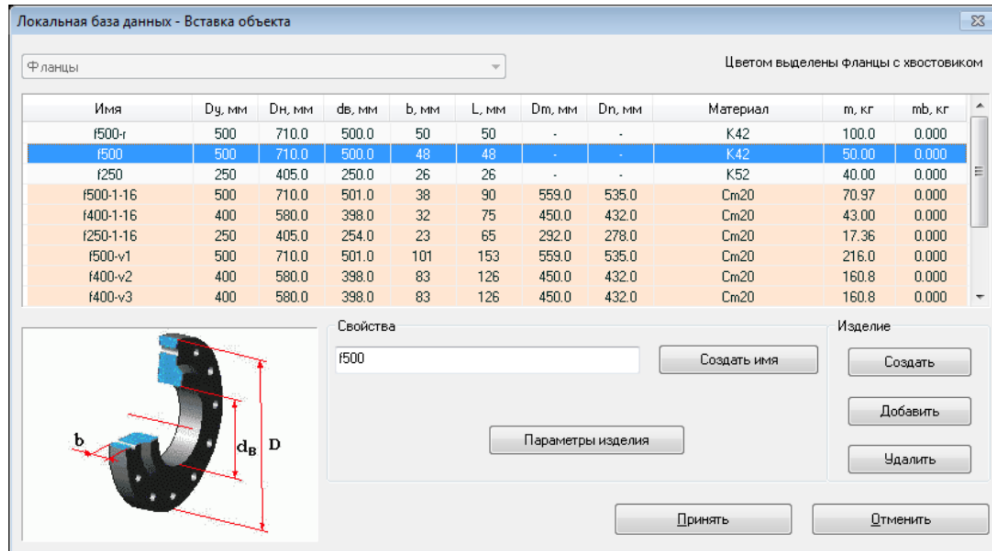

Рис. 5.2.20. Диалоговое окно вставки фланцев
3. В появившемся диалоговом окне (рис. 5.2.20.) необходимо выбрать один из объектов таблицы FLANGE локальной базы данных (выбрать параметры вставляемого фланца). Чтобы вставить фланцы, нажмите кнопку "Принять". При этом будет произведена проверка корректности параметров вставляемого объекта. В случае, если один из основных параметров объекта не будет корректно задан, программа выдаст предупреждение и вернет пользователя в окно вставки объекта. Для отмены вставки нажмите кнопку "Отменить".